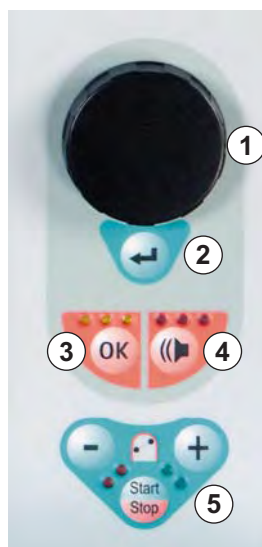

Fig. 3-8 Comandi sul monitor
La **manopola** (Fig. 3-8, ①) consente il movimento del cursore sullo schermo.